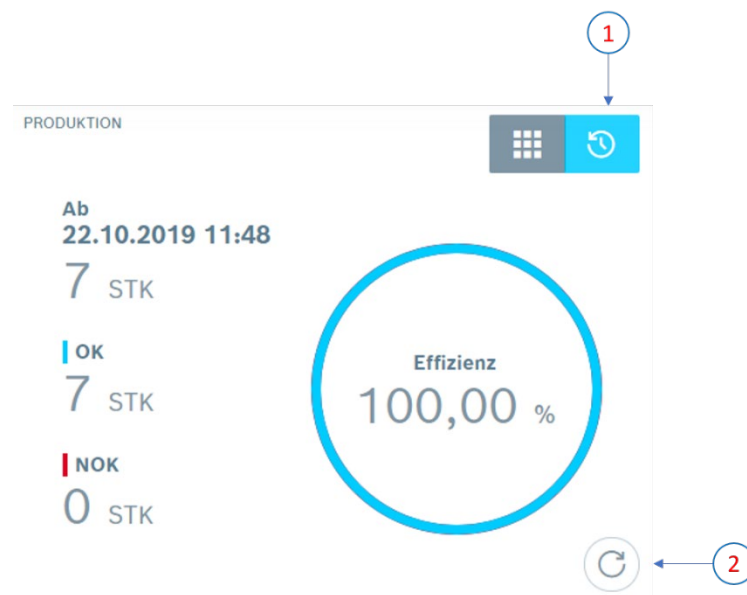

Abbildung 12: Übersicht der Schichtstatistik
Diese Ansicht (Abbildung 12) lässt sich auf der linken Seite des Dashboards mit dem Uhrensymbol (1) aufrufen. Gezeigt werden die Produktionsdaten ab dem letzten Reset, hier „Ab 22.10.2019 11:48“.